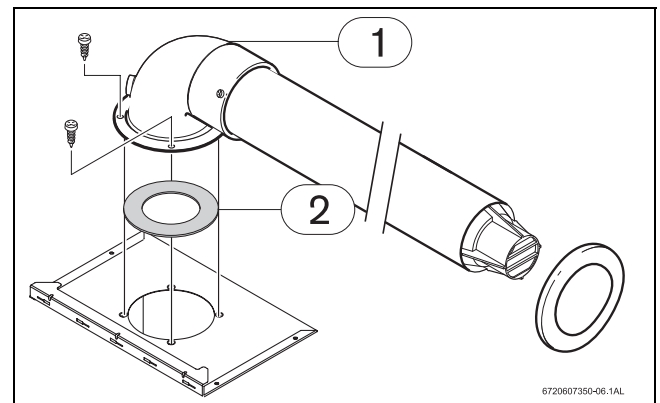

Fig. 8 Esempio di montaggio del diaframma, con accessorio
- Posizionare il diaframma (→Fig. 8, [2]) tra la sommità caldaia e l'accessorio base di aspirazione/scarico (→Fig. 8, [1]).
- Fissare l'accessorio base di aspirazione/scarico (→Fig. 8, [1]) sulla sommità caldaia, tramite le 4 viti in dotazione.